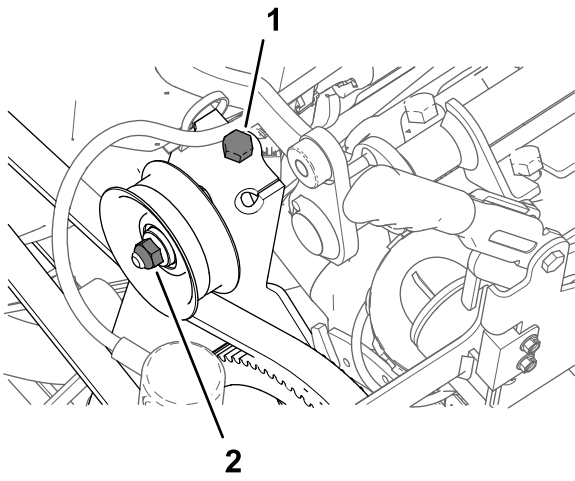

Figura 178
1. Afloje la tuerca del eje la polea tensora (Figura 178).
2. Gire el perno tensor de la correa para eliminar la tensión de la correa de la bomba de fumigación (Figura 178).